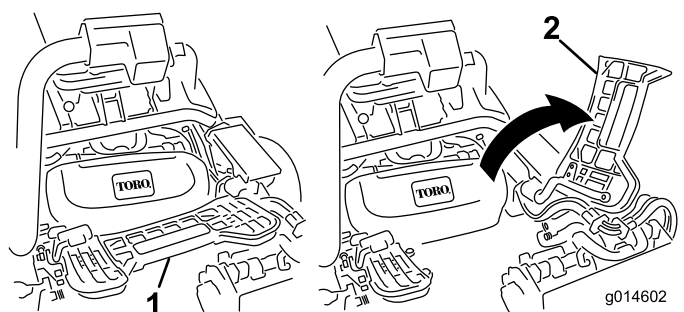

Figura 53
2. Sollevate il poggiapiedi e ruotatelo fino all'apertura, per consentire l'accesso alla posizione dell'apparato di taglio centrale. (Figura 53)